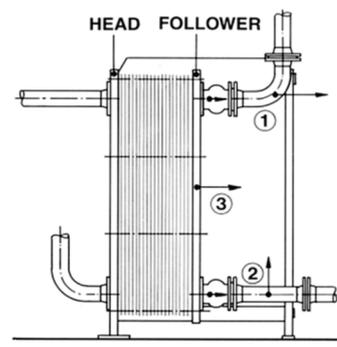

Fig. 12
Flanschanschlüsse müssen demontierbar sein. Siehe Fig. 12, dies ist ein Rohranschluss. Beim Eintritt kann evtl. ein Filter montiert werden. Bei sämtlichen Rohranschlüssen wird empfohlen, Absperrventile zu montieren. Aus Kontrollrücksichten sollen Thermometer und Manometer werden.
3.2.3) KORREKTE ROHRMONTAGE (FIG. 12)